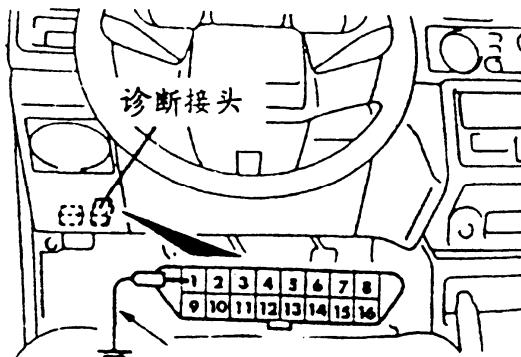

图 3-36 将诊断接头的诊断控制端子搭铁
- ②连接回纹针与一只电压检测型转速表。
- ③如图 3-36 所示，使用专用工具（故障码检测线）将诊断接头的诊断控制端子（1 号端子）搭铁。